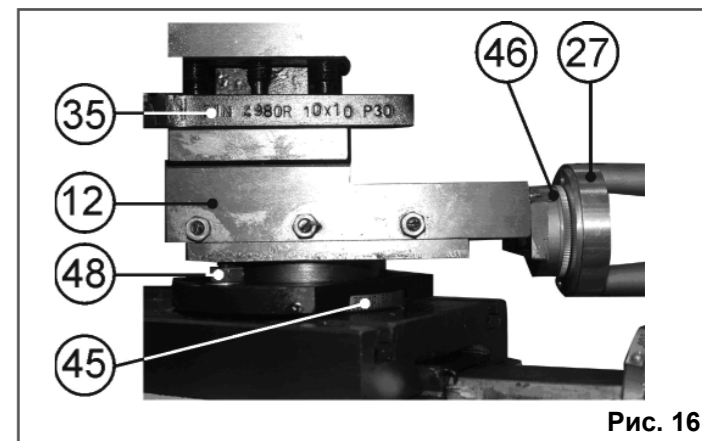

Рис. 16
10.3.6. Для выполнения конусного точения ослабьте два болта (48), установите поворотный суппорт (12) на необходимый угол по показаниям шкалы (45), зафиксируйте положение поворотного суппорта (12) двумя болтами (48), Рис. 16.
10.3.7. Конусное точение выполняется вращением маховика (27) подачи поворотного суппорта для перемещения резца (35). Размер контролируется по показаниям лимба (46) (1 деление = 0,025 мм), Рис. 16.
10.3.8. Конусное точение в центрах можно выполнить, смещая заднюю бабку (17), как показано на Рис. 16а. Два болта (57) служат для фиксации задней бабки (17) в установленном положении, Рис. 16а.
Рис. 16а